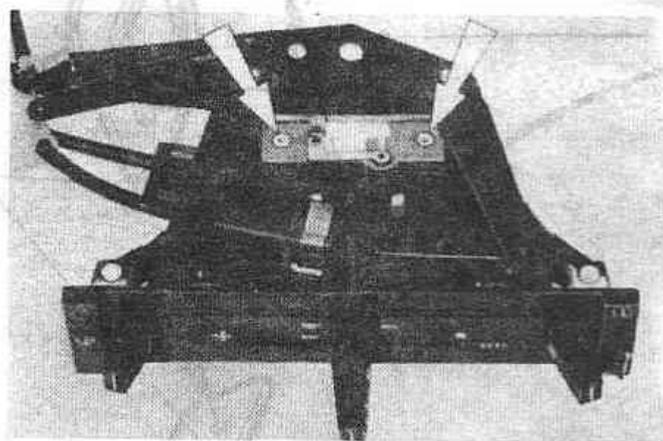

Рис.12.25. Местонахождение заклепок платы резисторов мотора отопителя (Разд.30)
4. Если необходимо, отсоедините тросы от рычажков управления, выбейте заклепки и снимите плату резисторов (Рис.12.25)